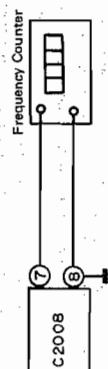

Figure 35-2
1. Connect instruments as shown in Fig. 35-2.
1. Die Instrumente gemäß Abb. 35-2 anschließen.
1. Brancher les instruments comme cela est indiqué dans Fig. 35-2.